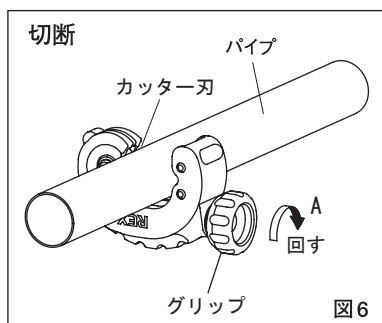

図6
(2) パイプ切断、スクレーパー
- ①パイプの切断位置をマーキングしカッターをセットしてください。この時パイプの先端はローラー幅以上に出してください。(図6)